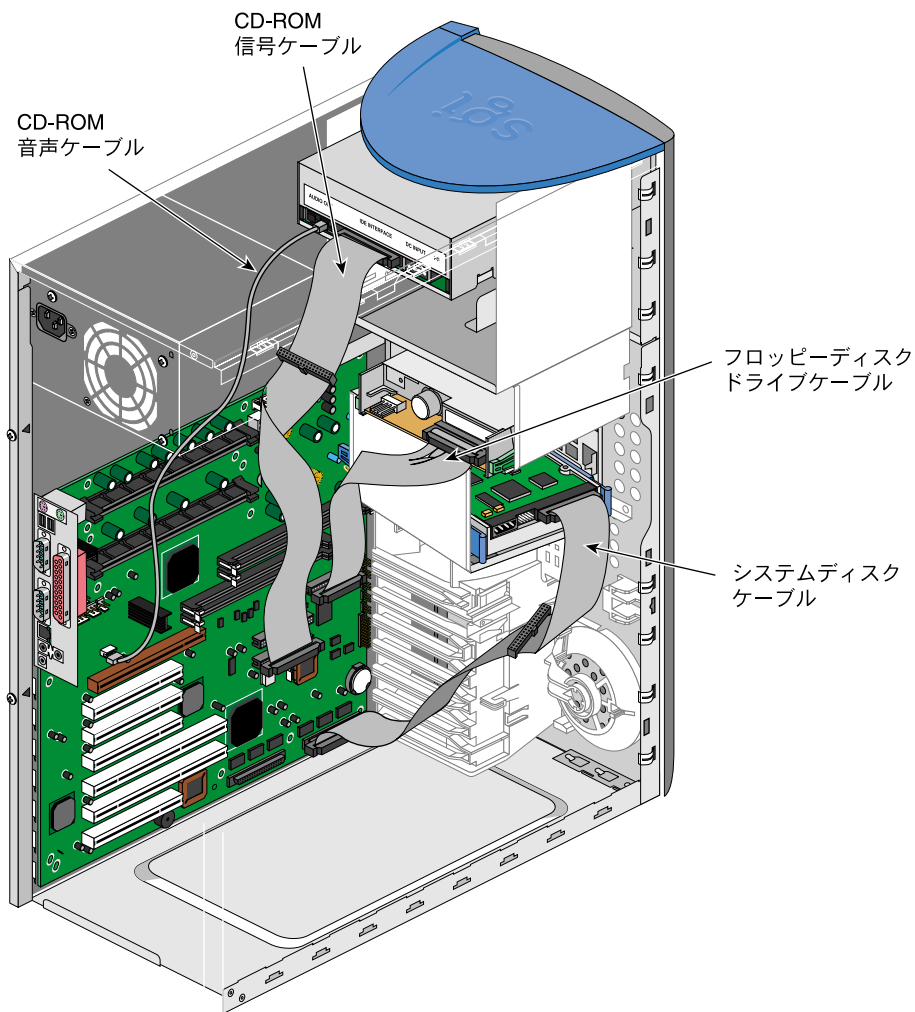

図2-31 システムボードのコネクタの位置
10. システムボードのすべてのケーブルをコネクタに接続します。システムボードのコネクタの位置については、57ページの図2-31 および72ページの図3-1を参照してください。